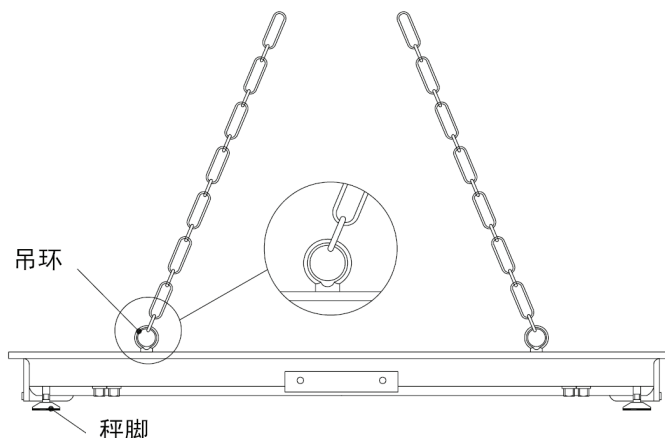
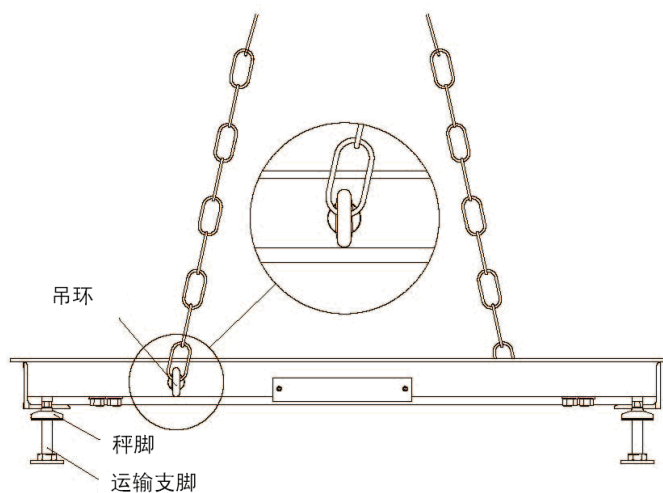

Figure 7-1. VC 吊装方式
Figure 7-2. VC (/E) 吊装方式
2. 将随秤附赠的两个吊环安装到秤体台面上, 如Figure 7-1, Figure 7-2所示